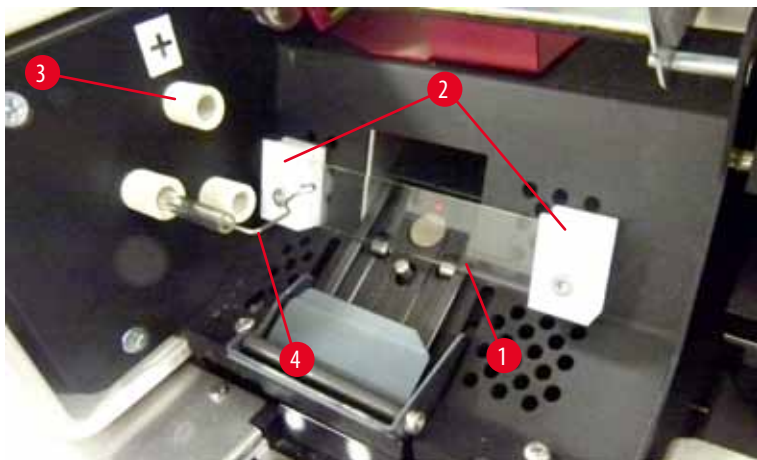

Рис. 20
5. Обязательно снимите контактную пружину (→ "Рис. 19-2")/(→ "Рис. 20-4") с запальной нити лампы-вспышки (→ "Рис. 21-1") (см. также (→ "Рис. 20"))).